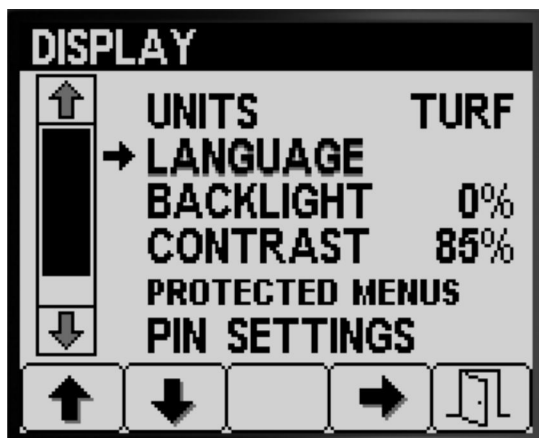

図 18
1. ボタン 1 と 2 で言語オプション間の移動 図 18。
2. ボタン 4 は言語の入力 図 18。